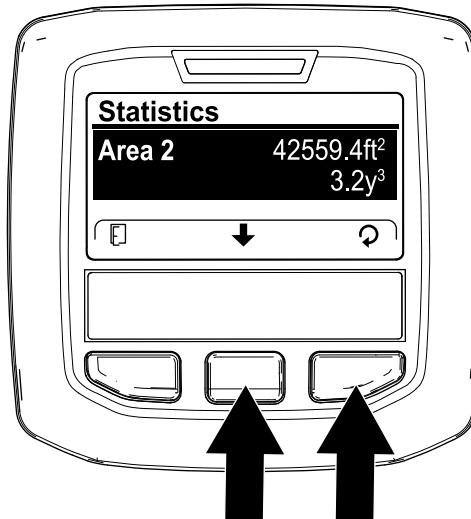

Рисунок 109
3. На экране STATISTICS (СТАТИСТИКА) нажимайте среднюю кнопку инфо-центра, пока не будет выбрана опция AREA 2 (Зона 1) (Рисунок 109).